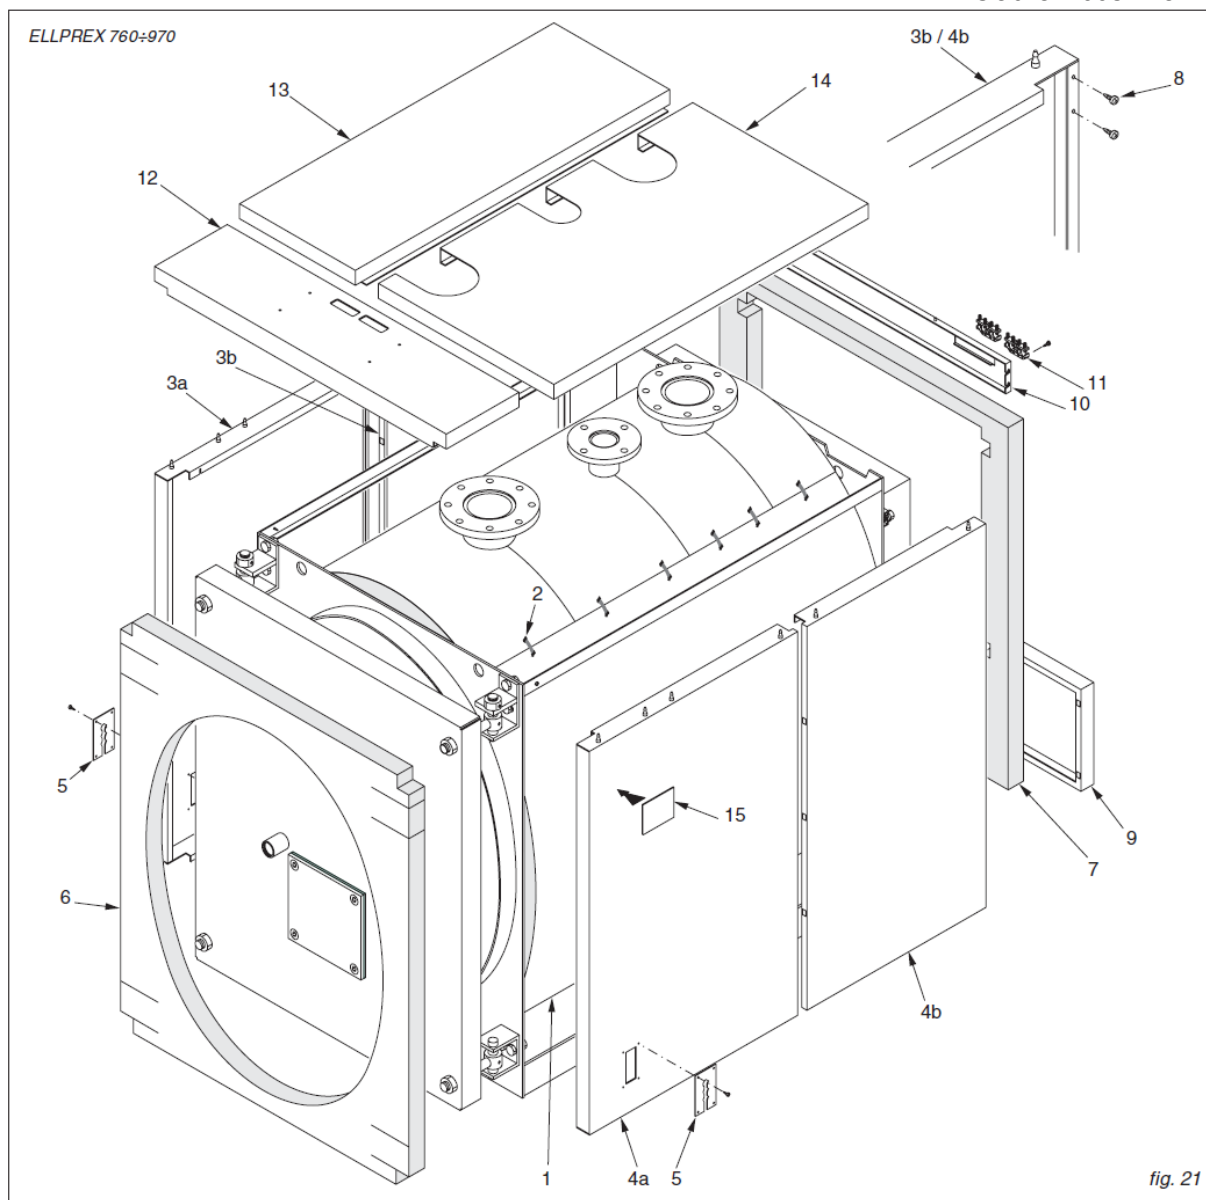

fig. 21
N.B. Pentru modelul **ELL 630** (a se vedea fig. 19) și pentru modelele **ELL 760** până la **ELL 2200** (a se vedea fig. 21 & 22), carcasa și izolația sunt incluse în 3 cutii de carton cu stampila:
Etapele de montare (a se vedea fig. 21)